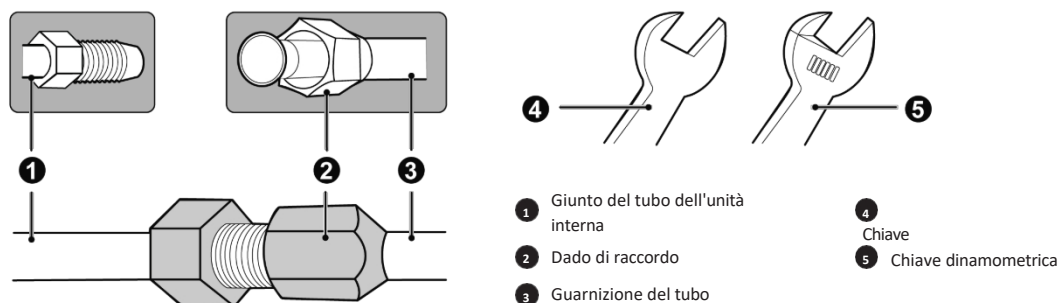

Fig. 4.7
- 1 Posizionare il raccordo filettato al centro dell'estremità svasata del tubo di rame e avvitare come indicato nella Fig. 4.7.